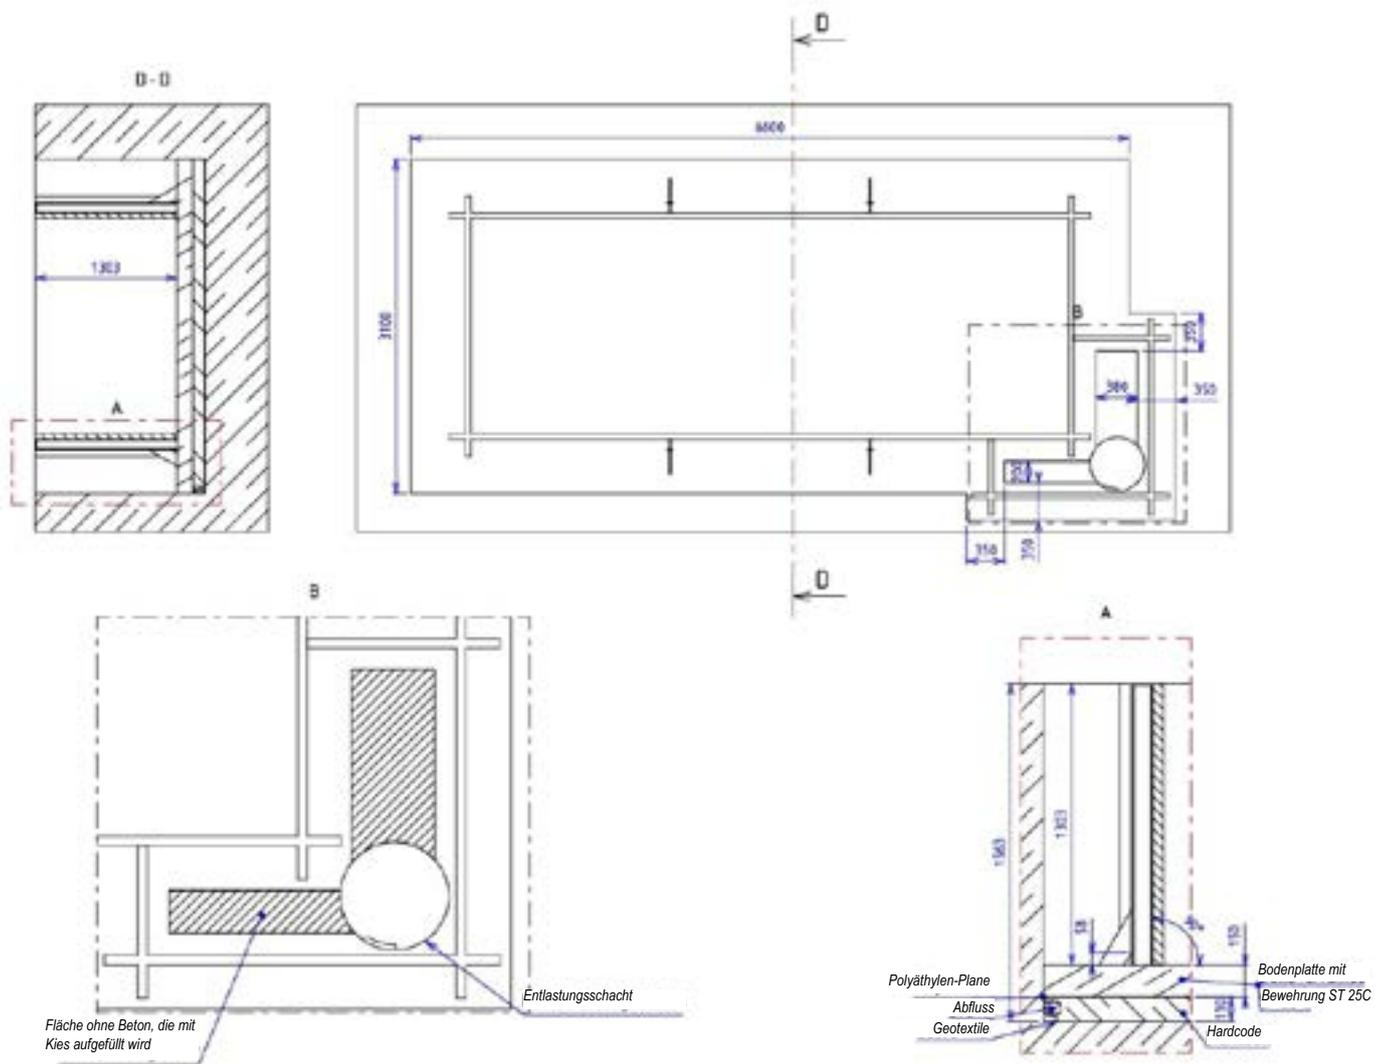

Abbildung 5 – Merkmale der Betonplatte
**TIPP:** Sie können die Streben verwenden, um die Höhe der fertigen Betonplatte zu materialisieren. Zur Nivellierung des Pools 0 als Niveau nehmen, (unter den Holzteilen des Handlaufs, siehe *Abbildung 5.*), 1,303 m abmessen und an dieser Kante des Strebens einen Strich ziehen. Dieser Strich wird der endliche Wert der Betonplatte sein.
Die Eigenschaften der Betonplatte werden in Abbildung 5. angegeben. Die Abmessungen der Betonplatte sind derart, dass die Holzleiter, die sich außen am Becken befindet, nicht auf der Betonplatte steht. Wir empfehlen Ihnen jedoch, falls möglich, diese auf einen festen Untergrund zu stellen (z.B. Betonplatte oder -ständer).
Wenn Sie die Betonplatte auf den Grabenboden gießen, stellen Sie sicher, dass der obere Teil der Bewehrung ganz in Beton gegossen wird: die Betonschicht über der Bewehrung muss mindestens 3 cm betragen. Schauen Sie auf Abbildung 5 um die Tiefe der zu gießenden Betonplatte zu bestimmen: sie muss eine Dicke von 150 mm aufweisen und so sein, dass die Höhe zwischen der Plattenoberfläche und dem oberen Ende der Baugrube 1303 mm beträgt, wenn Sie den Pool einlassen möchten.